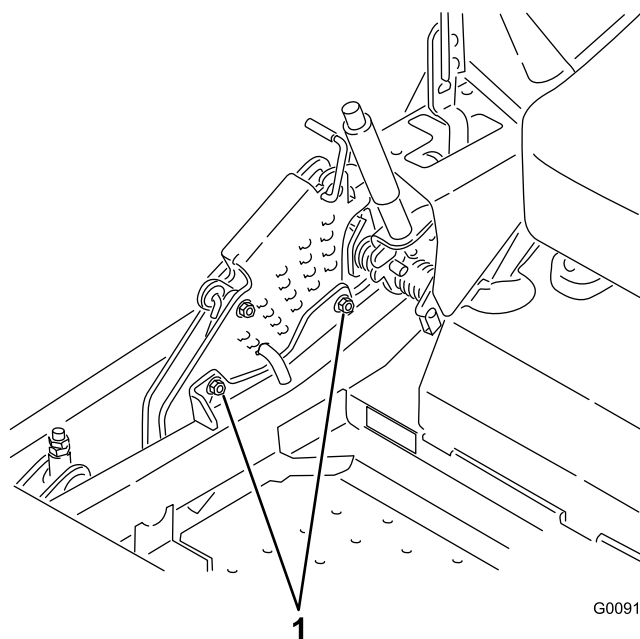

Figure 99
12. Pour régler le système monopoint, desserrez les 2 boulons au bas de la plaque de hauteur de coupe (Figure 99).
14. Serrez les 2 boulons au bas de la plaque de hauteur de coupe (Figure 99).